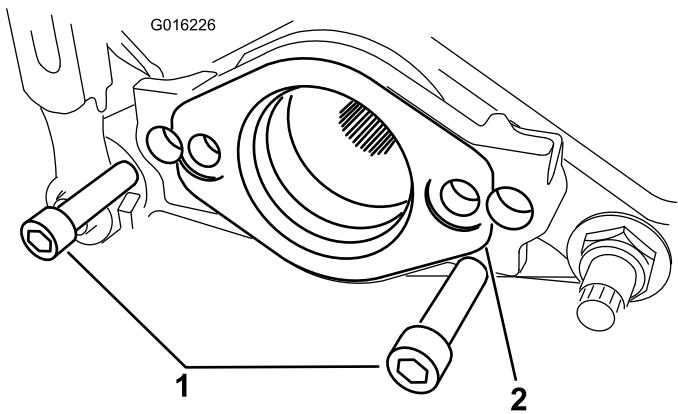

Рисунок 3
7. Если данный комплект устанавливается на машину TriFlex 3300, 3320, 3400 или 3420, отверните 2 болта крепления монтажной опоры двигателя к левой стороне режущего блока. Снимите монтажную опору двигателя (Рисунок 3).